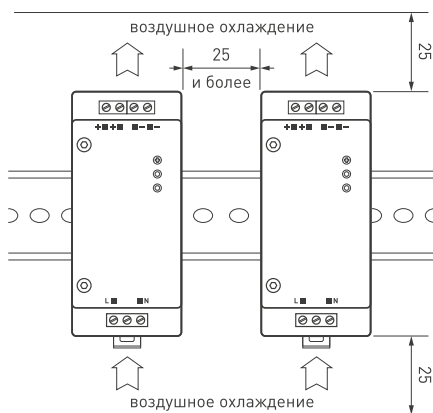

Рис. 2. Рекомендуемое размещение источника питания и обеспечение циркуляции воздуха
- 4.2. Для соблюдения температурного режима работы обеспечьте не менее 20 см свободного пространства вокруг источника питания (см. рис. 2). При необходимости используйте принудительную вентиляцию.